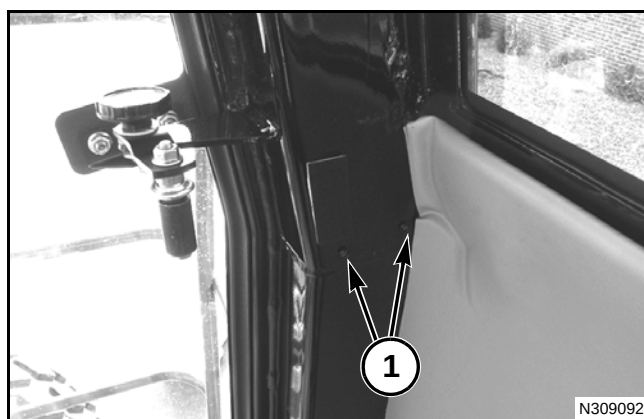

FIG. 23
FIG. 23: Existen dos agujeros roscados de 3/8-16 (1) situados en el poste trasero derecho de la cabina. Estos agujeros permiten al operador montar una abrazadera de soporte para elementos como un teléfono o un radio. La tapicería del poste de cabina puede recortarse o eliminarse para poder acceder a los agujeros.